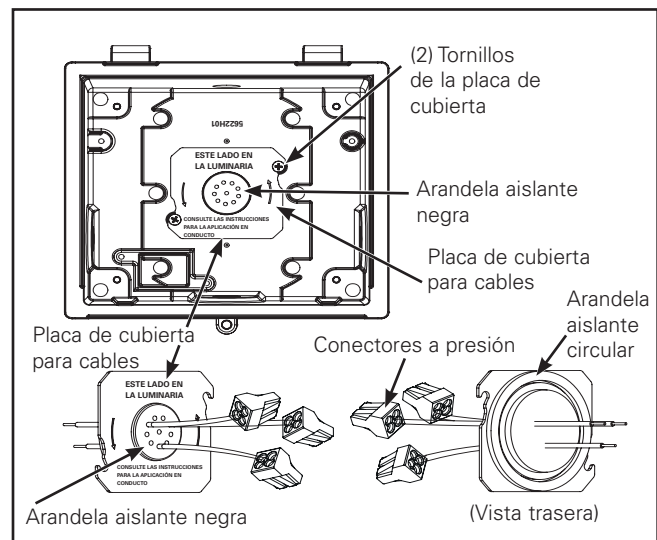

Figura 2.
3. Cableado sobre la caja de derivación e instalación de conducto de entrada trasera: afloje, pero NO quite los dos tornillos que sujetan la placa de cubierta para cables (Figura 2). Gire la placa de cubierta para cables en sentido antihorario y retírela de la apertura. No retire la placa de cubierta para cables para realizar el cableado de conexión derivada.
4. Sobre la caja de derivación: realice las conexiones de cableado de alimentación en la parte trasera de la placa de cubierta para cables. Siga las pautas del NEC para el cableado en lugares húmedos (tuercas para cables de otras marcas). Asegúrese de que todos los cables estén seguros en la caja de derivación y reinstale la placa de cubierta para cables girándola en sentido horario en los tornillos. Ajuste los tornillos de placa de cubierta para cables hasta 10 pulg.-lb (Figura 2).
Entrada al conducto trasero: retire el aislante negro y los cables de la placa de cubierta para cables (NO retire la junta circular). Una el conducto con la placa de cubierta para cables usando un conector hermético. Reinstale la placa de cubierta para cables girándola en sentido horario. Ajuste los tornillos de placa de cubierta para cables hasta 10 pulg.-lb (Figura 2).